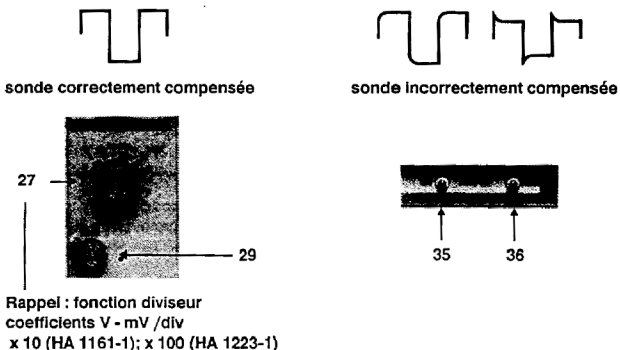

Fig 3.13
- HA 1161 - 1 relier la sonde 1/10 d'une part à l'entrée 3 voie CH 1 (liaison BNC) d'autre part à la sortie 36 - 0,2 V (liaison pointe de touche équipée de son grip-fil à ressort), placer le contacteur "glissant" sur x 10, et agir sur le réglage à vis disposé sur le corps de la sonde pour obtenir à l'écran une image conforme à celle représentée Fig 3.13
- position x 10 (HA 1161-1) ou permanente x 100 (HA 1223-1) : fonction "diviseur" de la tension d'entrée. Celle-ci convient parfaitement lorsque les positions limites haute et basse du graticule écran 32 sont dépassées (les facteurs de lecture V-mV, commande 27 Fig 3.13 sont validés et multipliés par 10 ou 100 en position "calibrée" commande 29 à fond à gauche).